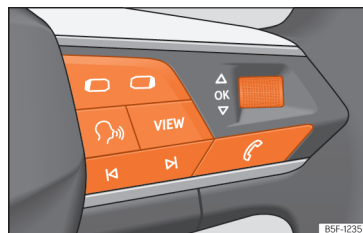

Abb. 63 Rechte Seite des Multifunktionslenkrads: Bedienelemente für die Menüs und Informationsanzeigen im Kombi-Instrument.
» **Abb. 63**.
- Falls eine Meldung oder das Fahrzeug-Piktogramm angezeigt wird, drücken Sie die Taste **OK** » **Abb. 63**; ggf. mehrere Male.
- Zum Menüwechsel verwenden Sie die Tasten oder » **Abb. 63**.
- Um das Menü oder die Informationsanzeige aufzurufen, die angezeigt wird, drücken Sie die Taste **OK** »» **Abb. 63** oder warten Sie einige Sekunden lang bis das Menü oder die Informationsanzeige automatisch geöffnet werden.
- Im angezeigten Menü, drehen Sie das rechte Rädchen am Multifunktionslenkrad »» **Abb. 63** bis der gewünschte Menüpunkt markiert ist. Der Menüpunkt wird umrahmt dargestellt.
- Drücken Sie die Taste **OK** »» **Abb. 63**, um die gewünschten Änderungen vorzunehmen. Eine Markierung zeigt an, dass die entsprechende Funktion bzw. das System aktiviert sind.
Drücken Sie die Taste **↶** oder **↷** »» **Abb. 63**.